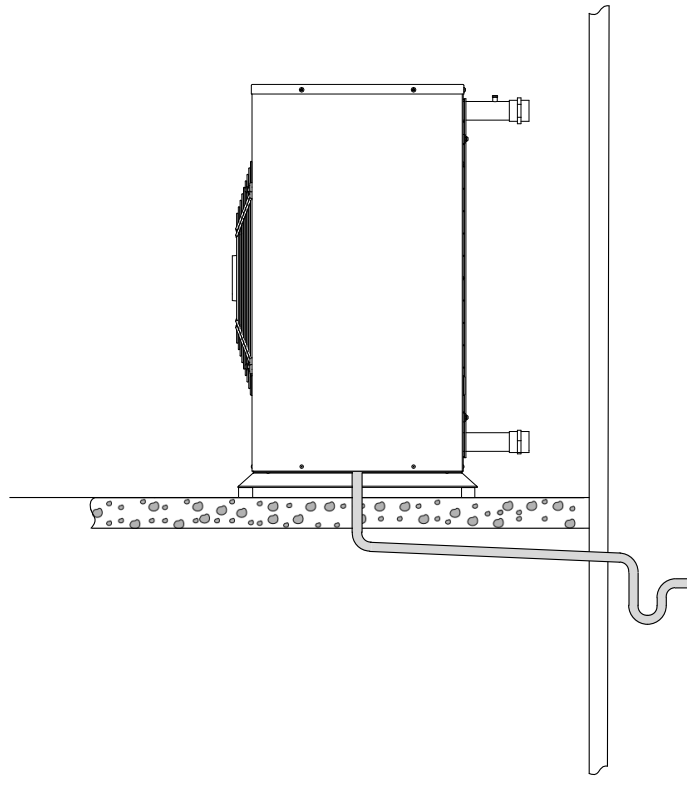

Abb. 2.5. Trägersystem mit Auffangwanne, die mit dem Ablauf verbunden ist.
- Wenn das Gerät auf Flächen ohne Drainage installiert wird, muss eine Leitung zum Ableiten des Wassers aus der Abtaugung vom Ablauf des Geräts zum nächstgelegenen Ablauf installiert werden. Die Abb. 2.5 und 2.6 zeigen als Beispiel einige vorgeschlagene Systeme für den Ablauf dieses Wasser je nach Untergrund.
- Wenn ein Geruchsverschluss installiert werden muss, muss er an einer Stelle installiert werden, wo keine Minustemperaturen erreicht werden (siehe Abb. 2.5 und 2.6).